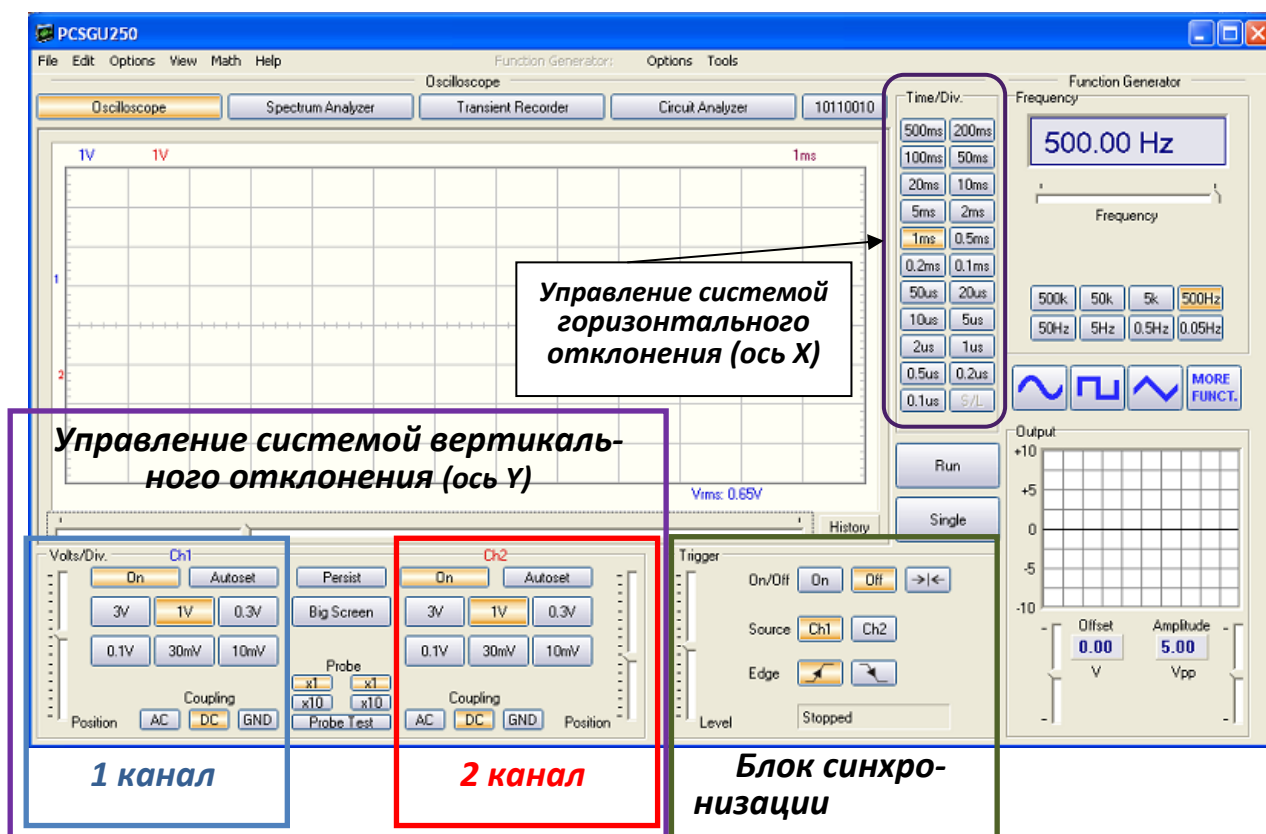

Рис. 10 . «Лицевая панель» осциллографической приставки.
Лицевая панель цифровых осциллографов (или картинка лицевой панели на экране монитора для осциллографической приставки) во многом похожа на внешний вид аналоговых осциллографов из-за логичности и завершенности принципов работы осциллографии (рис.10).
В данной приставке синхронизация осуществляется блоком, который называют «Триггер» (рис.12). Он расположен под экраном, справа (рис. 10).
8. Для того, чтобы измерить длительность сигнала, паузы, фронта и спада, необходимо поменять масштаб по горизонтальной оси (оси времени): надо «растянуть» сигнал так, чтобы измеряемая величина была не меньше одного основного деления масштабной сетки (на рисунке внизу показана измеряемая величина – фронт сигнала). Для этого надо воспользоваться кнопками «Time/Div» (см. рис. 10, 11, система горизонтального отклонения).